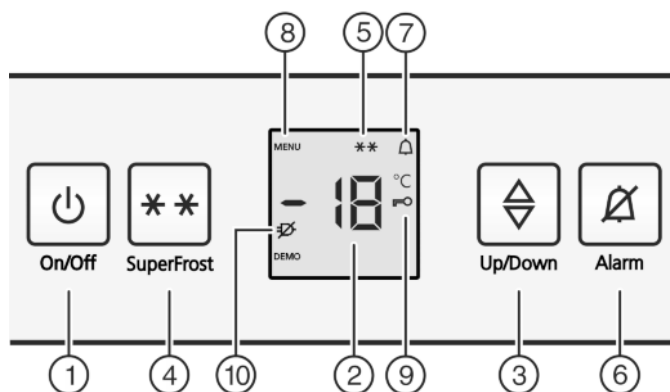

Fig. 2
- Symbol SuperFrost Fig. 2 (5) miga razem ze wskaźnikiem temperatury.*
- ▶ Nacisnąć przycisk On/Off Fig. 2 (1).
- ▶ Aktywacja trybu regulacji: Nacisnąć i przytrzymać przycisk SuperFrost Fig. 2 (4) przez ok. 5 sekund.
- ▷ Na wskaźniku pojawia się symbol menu Fig. 2 (8).
- ▶ Krótko potwierdzić przyciskiem SuperFrost Fig. 2 (4).
- ▷ Na wskaźniku świeci symbol zabezpieczenia przed dziećmi Fig. 2 (9).
- ▶ Krótko wcisnąć przycisk On/Off Fig. 2 (1).
- ▷ Symbol zabezpieczenia przed dziećmi Fig. 2 (9) gaśnie.
- ▶ Nacisnąć przycisk Alarm Fig. 2 (6).
Jednocześnie miga wskaźnik temperatury i symbol Alarmu Fig. 2 (7).
Akustyczny sygnał ostrzegawczy milknie automatycznie, znika symbol Alarmu Fig. 2 (7) i wskaźnik temperatury przestaje migać, gdy temperatura będzie ponownie wystarczająco niska.